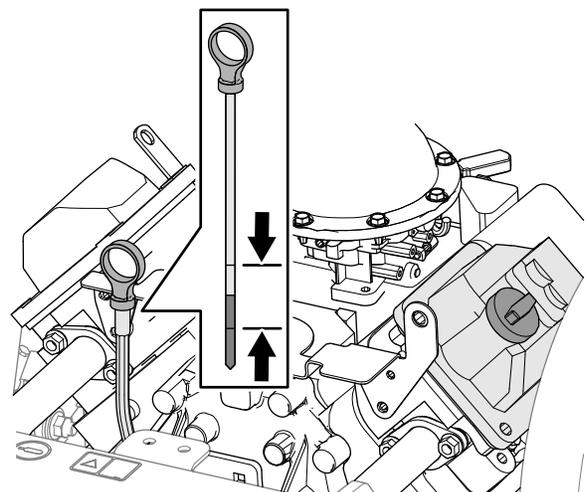

図 75
4. ディップスティック 図 75を抜きウェスで一度きれいに拭く。
5. ディップスティックを、チューブの根元までもう一度しっかりと差し込む 図 75。